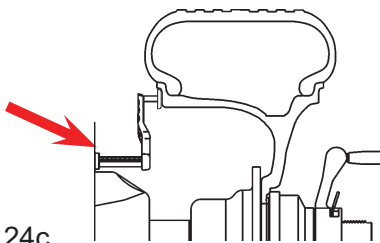

Figure 24c
- Déplacer le bras de jauge de distance pour toucher le bord intérieur de la roue où les masses doivent être positionnées et observer la lecture sur l'échelle de l'indicateur de distance. Voir Figure 24c. Appuyer sur le bouton (O) **Offset** puis sélectionner les touches +/- jusqu'à ce que la valeur s'affiche dans la fenêtre d'affichage.